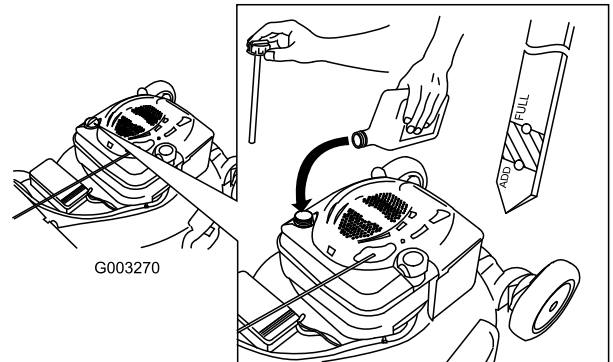

Bild 48
4. Füllen Sie das Öl **langsam** in den Einfüllstutzen ein, um den Ölstand auf die Voll-Marke am Peilstab anzuheben (Bild 48). **Füllen Sie nicht zu viel ein.** (Max. Füllstand: 0,59 l des Typs: Waschaktives SAE 30W-Öl mit der Klassifizierung SF, SG, SH, SJ, SL oder höher durch das American Petroleum Institute (API).)